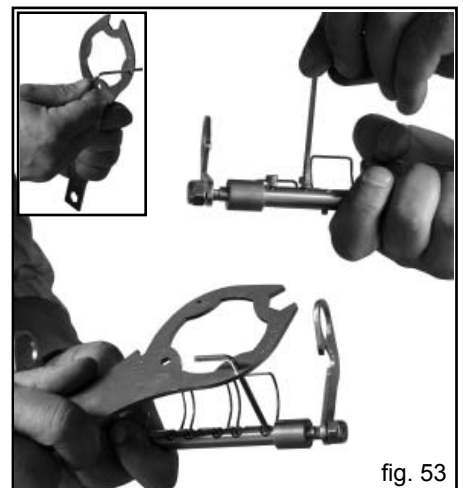

fig. 53
- 5) Mit dem Universalschluessel und einem zusaetzlichen Sechskantschluessel (nr. 3) wie im Bild gezeigt die Halteschrauben loesen, ein vollstaendiges Abschrauben ist nicht erforderlich. (Fig. 53).